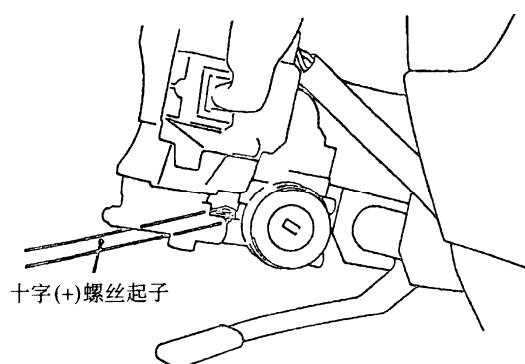

图 20-8
①将钥匙插入转向锁芯，转到“ACC”位置。
②用十字槽螺钉刀或类似工具，把转向锁芯锁定销向里推，然后把转向锁芯往自己方向拉（见图 20-8）。